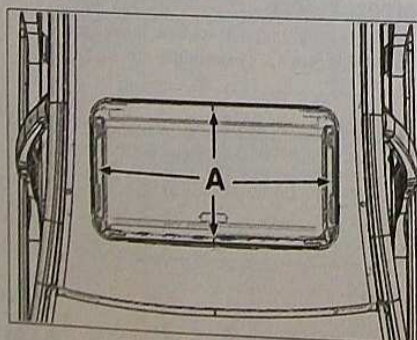

FIG. 55
Veiller lors de la repose à équilibrer les jeux en (A) entre le panneau mobile et l'ajour de pavillon (Fig.55).